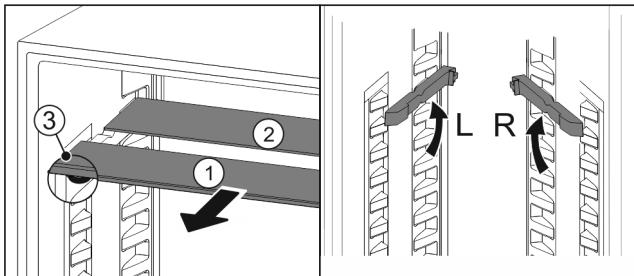

Fig. 123
- Издърпайте Fig. 123 (1) поотделно стъклените площи напред.
- Стъклената плоча Fig. 123 (1) с декоративната лайстна е отпред.
- Ограничителите Fig. 123 (3) сочат надолу.